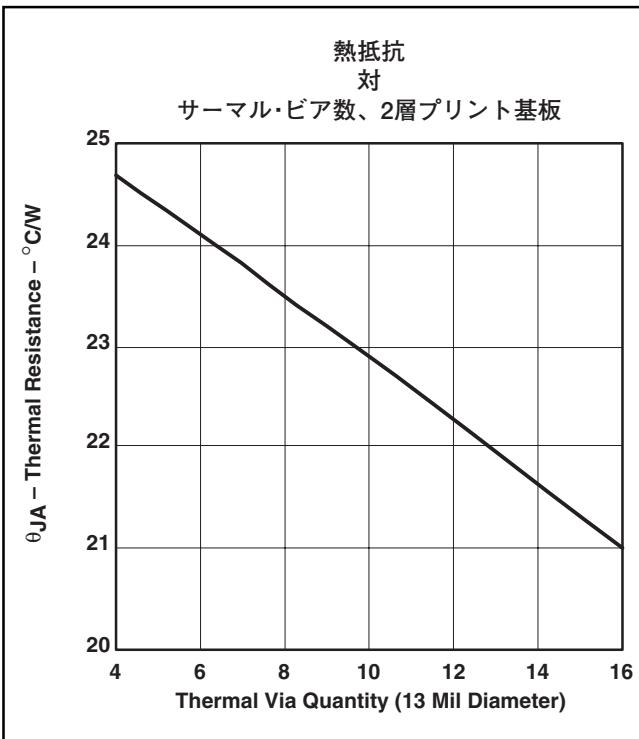

図39. 热抵抗
(2層プリント基板、5平方インチ、銅、図39参照) (8)
図39は、パワーパッドの下に設けたサーマル・ヴィアの個数がプリント基板の熱的特性に与える効果を示します。この実験は、半田面上に3平方インチの銅がある2層プリント基板で行いました。最適な熱特性には、少なくとも16個のヴィアを4×4の形状でパワーパッドの下に使用します。この4×4の形状のレイアウト例は、TPA3002D2EVMユーザーズ・マニュアル、SLOU115を参照願います。プリント基板のgerberファイルは、ご要求願います。